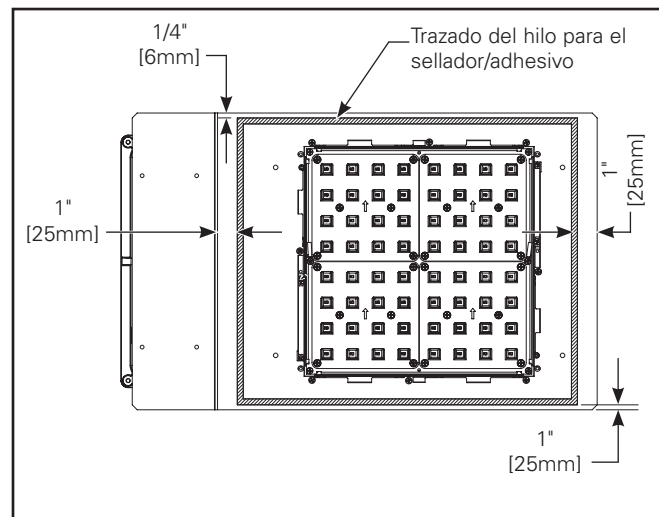

Figura 5.
12. Aplique un hilo de 1/4" de sellador/adhesivo de resistencia industrial (no suministrado) alrededor del perímetro de la placa del marco de la carcasa como se muestra (Figura 5).